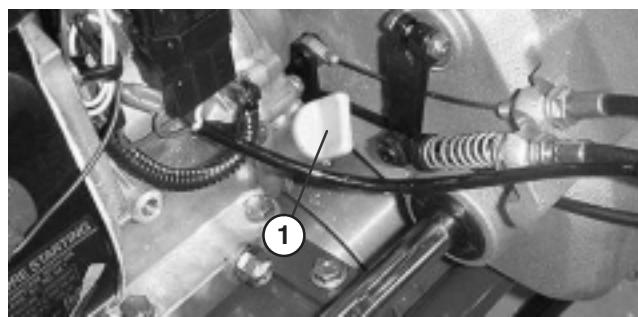

Bild 8
- Stellen Sie den Rasenmäher so auf, dass der Motor eben steht und dann reinigen Sie den Bereich um den Ölpeilstab (Bild 8).